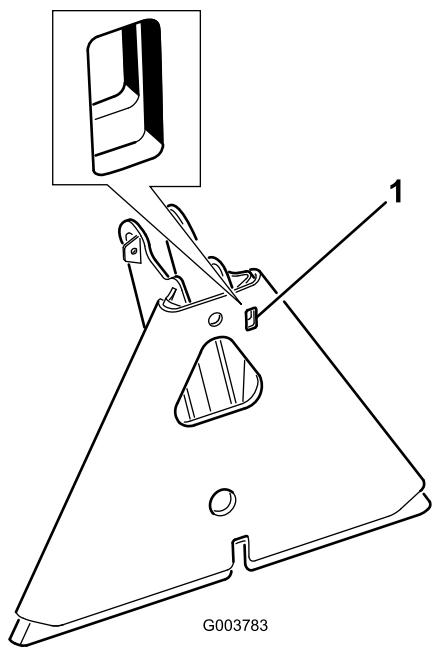

図 6
**注** アタッチメントのアダプタがトラクションユニットのアダプタに引っかかってしまった時は、バールやドライバーなどをスロットに差し込んで外してください（図 6）。